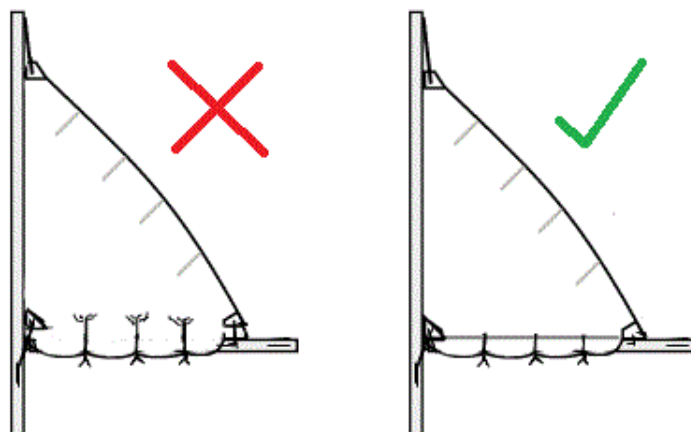

Figura 24. Rizo vela de cuchillo. Fuente: <http://spinnaker-sailing.com/online-courses/lesson-2/reefing-mainsail>
- RIZO (*reef*): Cabo utilizado para reducir la superficie vélica. Cada tipo de vela tiene su método para rizar. En las velas de cuchillo, que se icen sobre un estay o por el rail de un mástil, se debe amollar driza a la vez que tira del rizo. Una vez se ha rizado, se pondrán tomadores (ver Figura 22) pasándolos por los ollaos (agujeros en la vela reforzados que sirven para que por ellos pasen cabos) de la vela. En las velas cuadra se riza amollando escotas, y los marineros subidos a la verga superior, tiran de la vela hasta llegar a la altura de la *faja de rizos* (tira de ollaos a una misma altura de la vela), la cual amarran debidamente a la verga. Cabe destacar que no todas las velas tienen rizos, un ejemplo de ello son las velas enrollables. En el caso del *Star Flyer*, únicamente hay rizos en la vela mesana. El resto de velas o se izan/desenrollan completamente o se arrían/enrollan del todo. Por último, se debe comentar la importancia que tiene colocar bien los tomadores. Al rizar, significa que la intensidad del viento ha incrementado y, por lo tanto, las posibilidades de desgastar más de la cuenta o romper material crecen. La vela que queda en la botavara sin trabajar se debe plegar lo mejor que se pueda, y los tomadores deben quedar bien apretados (ver Figura 24).